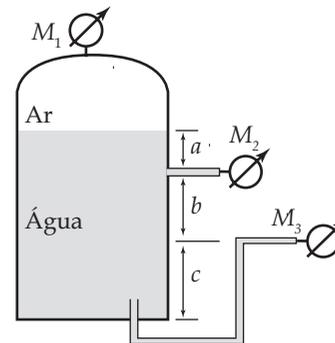

Figura Ep1.26
**Ep1.26** O tanque da Figura Ep1.26 contém ar e água a  $20^\circ\text{C}$ . Sabendo que  $a = 1,0 \text{ m}$ ,  $b = 1,5 \text{ m}$ ;  $c = 2,0 \text{ m}$ , a pressão indicada pelo manômetro  $M_1$  é igual a  $1,3 \text{ bar}$  e a pressão atmosférica local é igual a  $95 \text{ kPa}$ , pede-se para determinar as pressões lidas pelos manômetros  $M_2$  e  $M_3$  e a pressão absoluta no fundo do tanque.